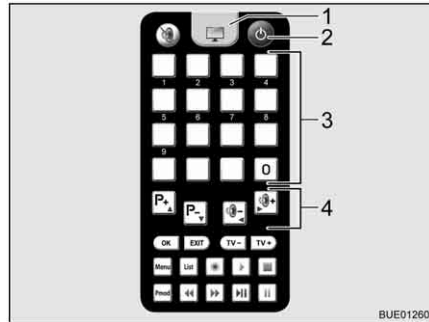

Fig. 21 Telecomando
- Premere il tasto "⏻" (Fig. 21,2) sul telecomando. L'antenna satellitare si riposiziona sulla modalità di ricerca dalla posizione di sosta. Quando l'impianto trova il satellite viene emesso un segnale acustico.
- Regolare l'emittente desiderata con i tasti memoria (Fig. 21,3) o i tasti funzione (Fig. 21,4).